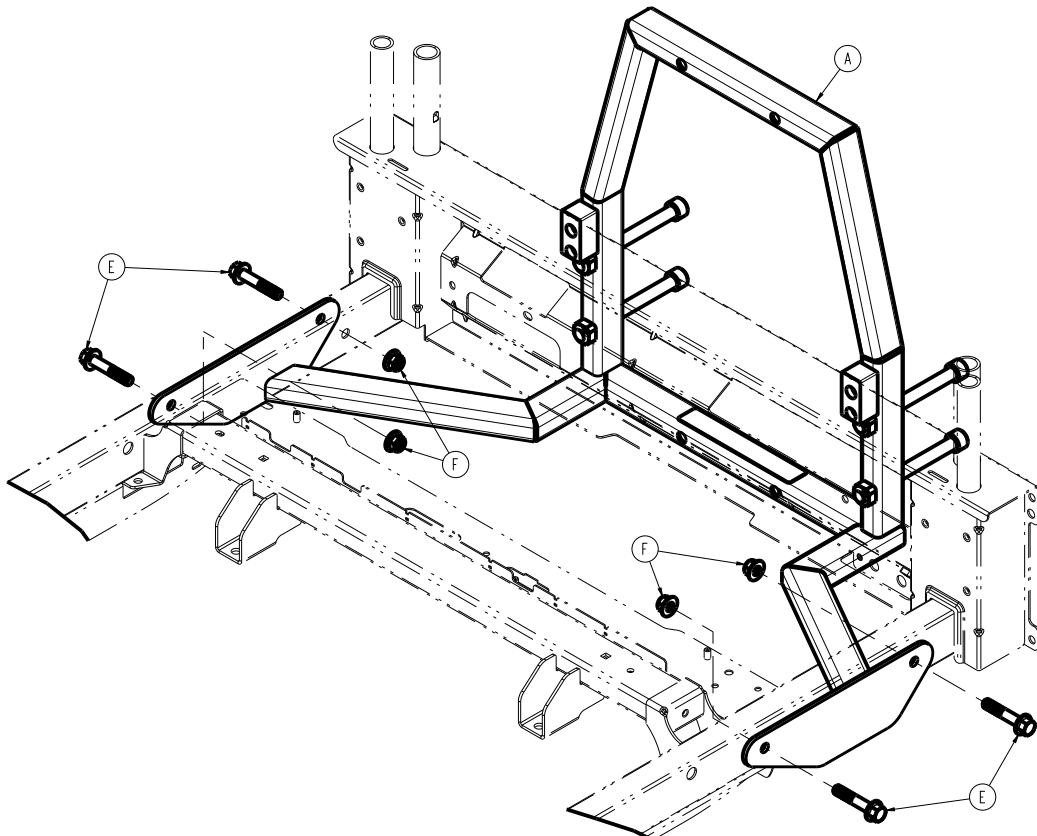

Figure 79 – Fixation du support du lève-patient
5. À l'aide d'un petit tournevis à fente, retirer les quatre bouchons du plan de couchage vers le côté tête du produit. Repérer les vis hexagonales (E) pour déterminer les emplacements des bouchons du plan de couchage (Figure 79). Jeter les bouchons du plan de couchage.
6. Tenir l'ensemble soudé du lève-patient (A), avec l'aide d'une autre personne, à la verticale du côté tête du produit.
7. Insérer les quatre vis hexagonales (E) à travers l'ensemble soudé du lève-patient (A) et le châssis du plan de couchage et visser les quatre écrous hexagonaux (F).